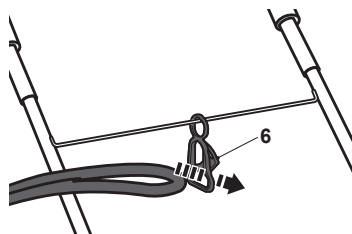

Fig. 6
- > Dobre o cabo para trás, cerca de 40 cm a partir da extremidade. Passe o arco pelo relaxamento da tensão do cabo (6) e pendure o arco no gancho. Puxe delicadamente o cabo para se certificar de que está apertado (Figs. 6, 7).